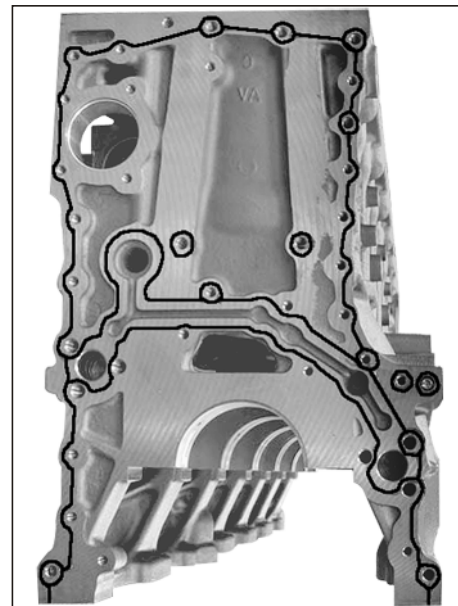

Рис. 100. Нанесение герметика на торец блока цилиндров.
1. Нанести на торец блока цилиндров под установку листа торцевого герметик "Локтайт 518", как показано на Рис. 100.